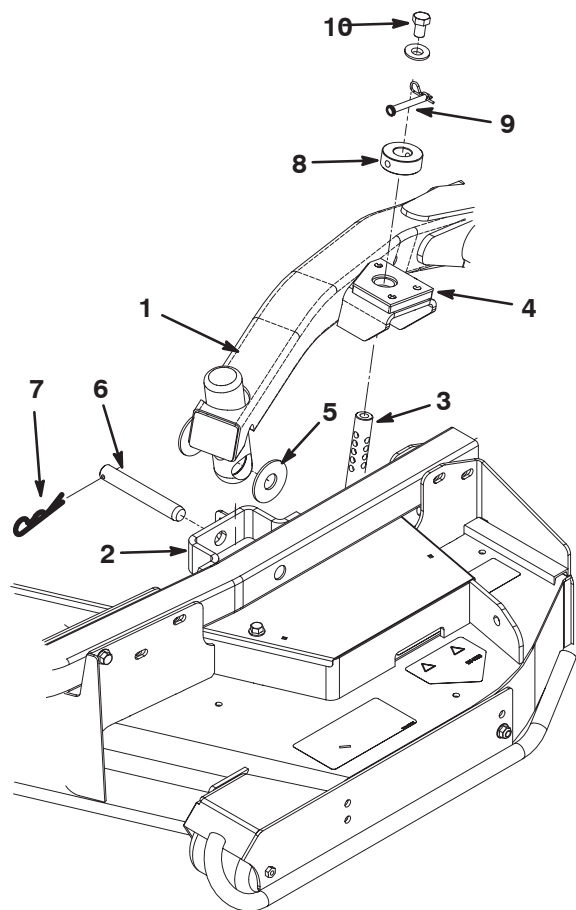

Figure 7
2. Placez le levier de levage en position de flottement. Poussez un bras de levage vers le bas jusqu'à ce que ses trous soient alignés sur ceux du support du bras pivotant ; la tige de réglage de hauteur de coupe peut alors être introduite dans les patins du bras de levage (Fig. 7).
3. Fixez le bras de levage au bras pivotant avec (2) rondelles de butée, un axe de chape et une goupille fendue. Interposez les rondelles de butée entre le bras de levage et le support de bras pivotant (Fig. 7). Insérez l'extrémité de la goupille fendue dans la fente de la patte du bras pivotant pour retenir la goupille fendue.
7. Montez les bagues de hauteur de coupe sur les tiges de hauteur de coupe et fixez-les avec les axes de chape et les goupilles fendues (Fig. 7). Dirigez la tête de l'axe de chape vers l'avant du plateau si possible.
8. Installez une vis de 1/2 x 3/4 pouce et une rondelle en haut de chaque tige de hauteur de coupe (Fig. 7).